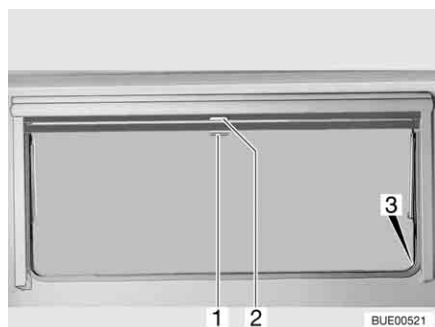

Fig. 100 Fenêtre projetante
- Tirer le store occultant vers le bas en le maintenant par la poignée (Fig. 100,2). Lorsque le store occultant est complètement fermé, l'accrocher des deux côtés du cadre de la fenêtre dans le dispositif de blocage (Fig. 100,3).
- Lorsque le store occultant est complètement fermé : Appuyer sur la poignée (Fig. 100,2) vers le bas tout en tirant légèrement vers l'intérieur. Décrocher à droite et à gauche le store occultant du dispositif de blocage du cadre de la fenêtre.
- Si le store occultant se trouve dans une position intermédiaire : Tirer la poignée (Fig. 100,2) vers le bas jusqu'à ce que le dispositif de blocage se débloque.
- Tirer la moustiquaire par la poignée (Fig. 100,1) vers le bas et l'accrocher des deux côtés sur le cadre de la fenêtre dans le dispositif de blocage (Fig. 100,3).
- Appuyer sur la poignée (Fig. 100,1) vers le bas tout en la tirant légèrement vers l'intérieur. Décrocher à droite et à gauche la moustiquaire des dispositifs de blocage du cadre de la fenêtre.